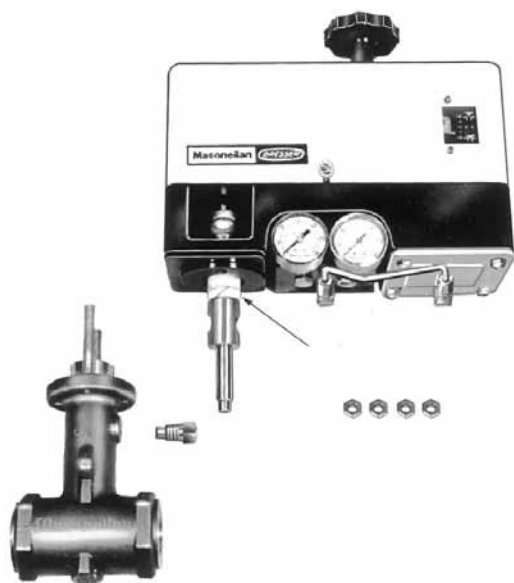

Figure 21 - Remplacement de la garniture (pour coefficient C_v max. $\geq 0,6$)
- N. Appliquez le signal et la pression d'alimentation et effectuez l'étalonnage. Remettez en place le couvercle (110) à l'aide des deux vis (109). Si la vanne est équipée d'un volant, remontez le couvercle et tournez le volant dans le sens horaire de sorte qu'il s'engage dans la butée du bras de levier (122). Serrez les vis du couvercle (109).
5.5 Méthode de remplacement rapide de la garniture (uniquement pour les vannes avec un coefficient de débit C_v compris entre 0,6 et 3,8 max.) (Figures 21, 26 et 27)